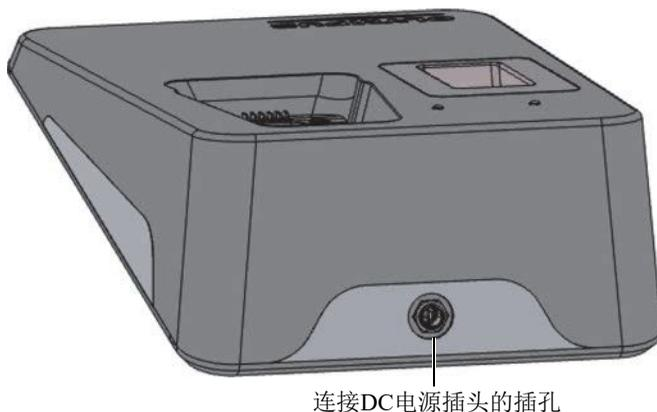

图 3-14 充电基座的电源接口（位于后部）
在将Vanta XRF分析仪与充电基座一起使用之前，应该为充电基座连接一条电源线（参见第70页的图 3-14）。
3. 将DC电源插头插入到充电基座的18 VDC插孔中（参见第70页的图 3-14）。